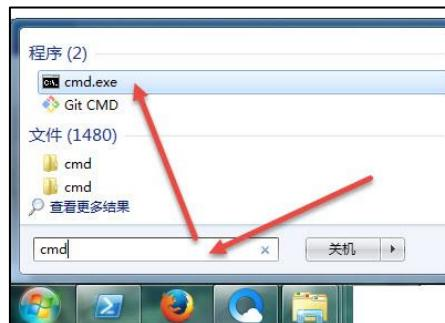

图 49-8 打开命令行
- (3) 打开 Windows 的命令行，点击系统的“开始菜单”，在搜索框输入“cmd”，在搜索结果中点击“cmd.exe”即可打开命令行，见图 49-8；